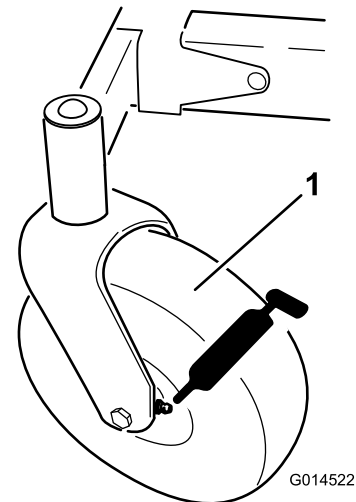
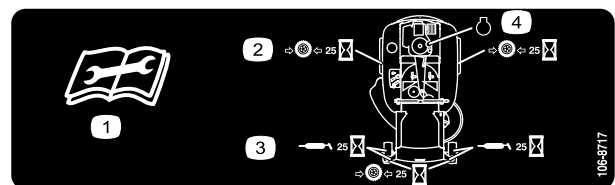

Figura 35
Figura 36
3. Limpe os encaixes de lubrificação (Figura 35 e Figura 36) com um trapo.
4. Ligue uma pistola de lubrificação ao encaixe (Figura 35 e Figura 36).